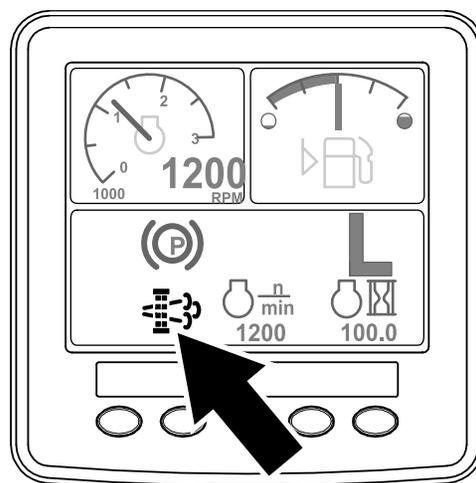

Рисунок 45
- Значок запроса регенерации с парковкой отображается на дисплее инфо-центра (Рисунок 45).